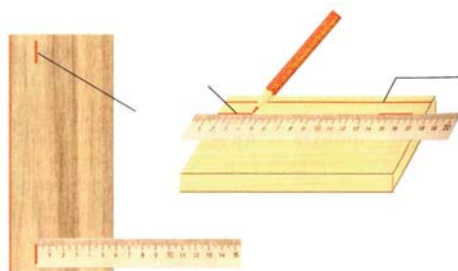

Рис. 6. Приёмы разметки линейкой
- * **Линейкой с делениями** измеряют и размечают малогабаритные заготовки (рис. 6);